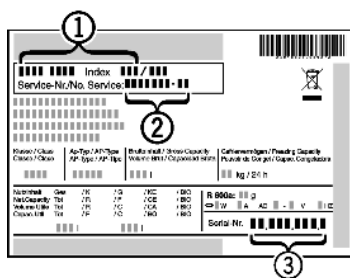

Fig. 10
- ▶ Označení přístroje Fig. 10 (1), servisní číslo Fig. 10 (2) a sériové číslo Fig. 10(3)naleznete na typovém štítku. Identifikační typový štítek je umístěn na levé vnitřní stěně přístroje.
- ▶ Informujte zákaznický servis a sdělte poruchu, označení přístroje Fig. 10 (1), servisní číslo Fig. 10 (2) a sériové číslo Fig. 10 (3).